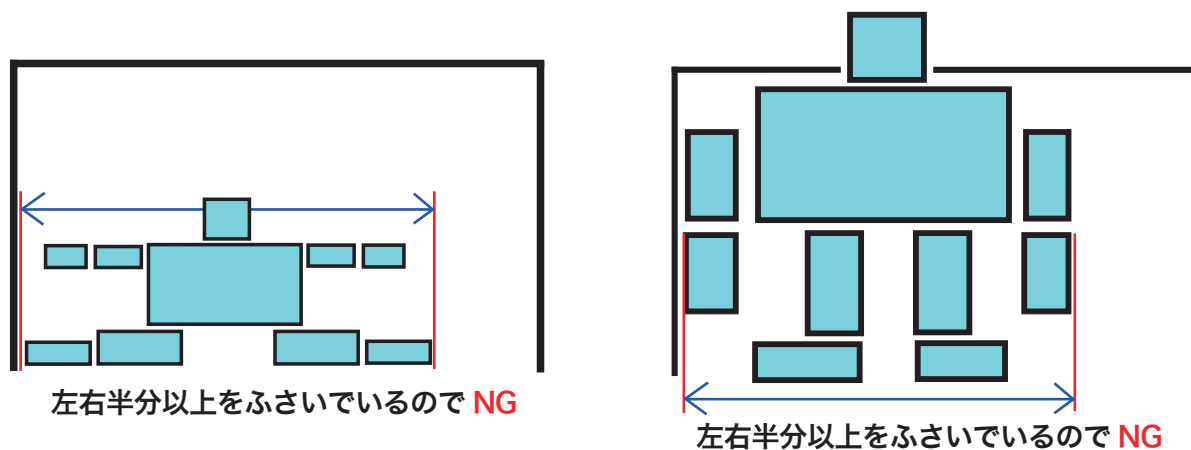

図2：姿勢並びに機体構成について
4. キーパーを務める機体については、ゴールの左右半分以上の面積をふさがらないような姿勢並びに機体構成(図2参照)にすること。(途中交代する場合の機体も同様)